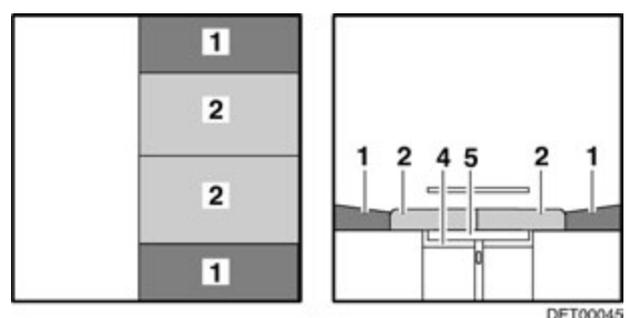

Fig. 83 Après la transformation
- Tirer les coussins d'assise (Fig. 83,2) vers le centre.
- Placer les coussins de dossier (Fig. 83,1) entre les coussins d'assise et la cloison.